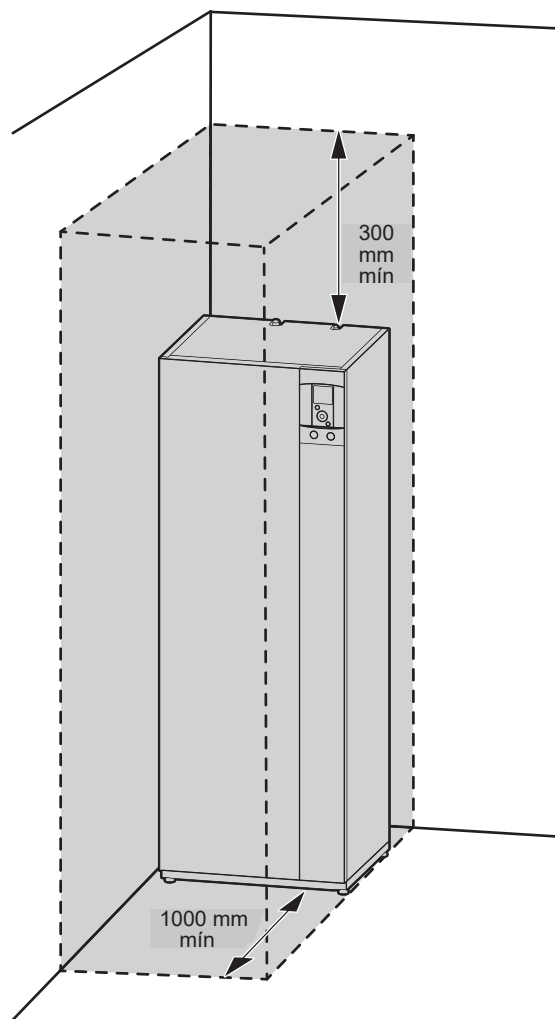

fig. 19 - Separaciones mínimas de instalación alrededor del módulo hidráulico para el mantenimiento
- Para facilitar las operaciones de mantenimiento y permitir el acceso a los diferentes componentes, se aconseja prever un espacio suficiente en torno al módulo hidráulico (fig. 19).